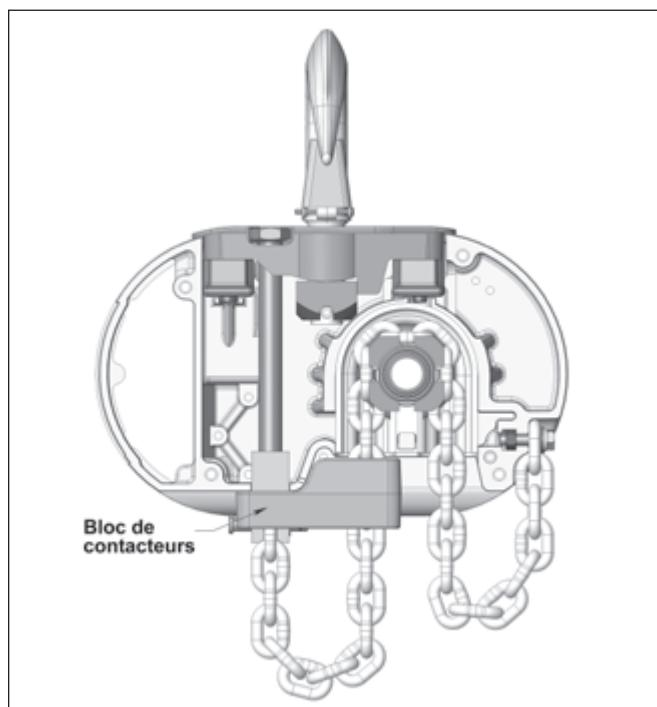

Figure 8. Bloc de contact utilisé pour les modèles R, R-2, RR et RR-2
- Pour les modèles E, E-2, H et H-2, insérer le dernier maillon de la chaîne de levage dans le bloc de bout libre (2) et le fixer à l'aide de la tige de bout libre, la rondelle et la goupille fournies avec le dispositif de suspension.
- Pour les modèles R, R-2, RR et RR-2, faire glisser le bloc de contact le long de la chaîne jusqu'à ce qu'il atteigne le bas du palan et que le bloc de bout libre se projette à travers l'ouverture carrée du fond du bloc. Insérer le dernier maillon de la chaîne de levage dans le bloc de bout libre, en s'assurant qu'elle ne soit pas tordue entre le bloc du crochet et le bloc de bout libre. Pousser le bloc de contact légèrement vers le haut et attacher la chaîne de levage au bloc de bout libre à l'aide de la tige de bout libre, la rondelle et la goupille fournies avec le dispositif de suspension. La tige de bout libre supporte également le bloc de contact (voir figure 8)